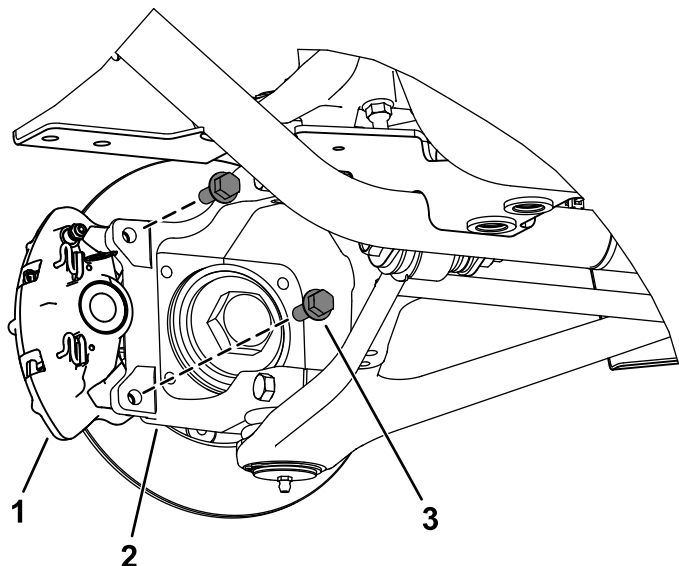

Bild 4
4. Entfernen Sie die Bundkopfschrauben ($\frac{3}{8}$ " x 1"), mit denen die Bremsbacke am Spurstangenhebel (Vorderseite der Maschine) und der Achse (Heck der Maschine) befestigt ist, und nehmen Sie die Bremsbacke ab (Bild 4).